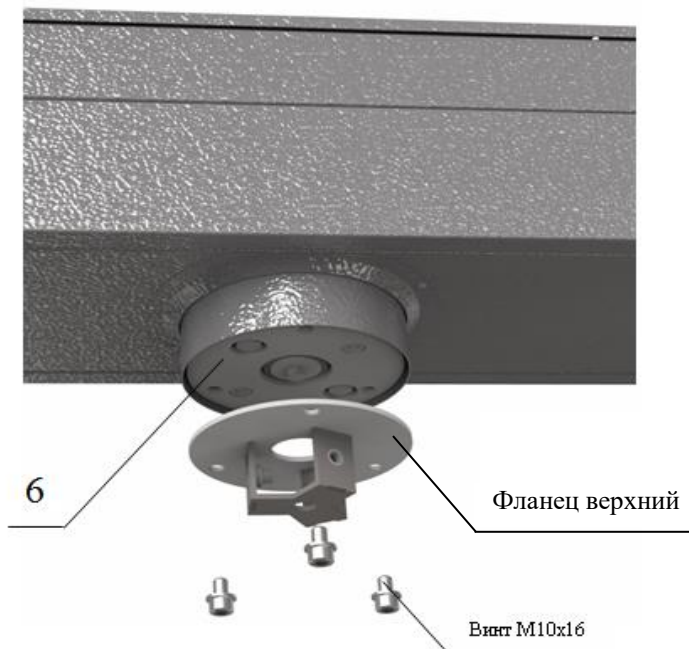

Рис. 3
2. Сборка центральной стойки (Рис. 3 и Рис. 4):
- установите на диск муфты привода (рис.3) верхний фланец центральной стойки и закрепите винтами М10х16; в первую очередь установите на посадочные плоскости фланцев лопасть с внутренними кронштейнами (рис.4) и закрепите винтами М8 (не затягивая их);